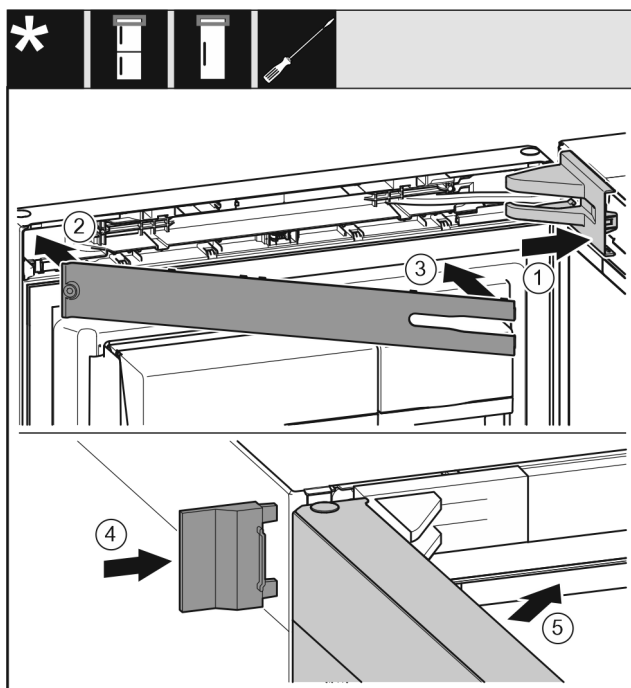

Fig. 22
- ▶ Założyć osłonę płytki zawiasu i zażębić, ew. ostrożnie odsunąć. Fig. 22 (1)
- ▶ Założyć zaślepkę. Fig. 22 (2)
- ▶ Przechylić i zażębić zaślepkę. Fig. 22 (3)
- ▶ Wsunąć zewnętrzną osłonę. Fig. 22 (4)
- ▶ Zamknąć górne drzwi. Fig. 22 (5)